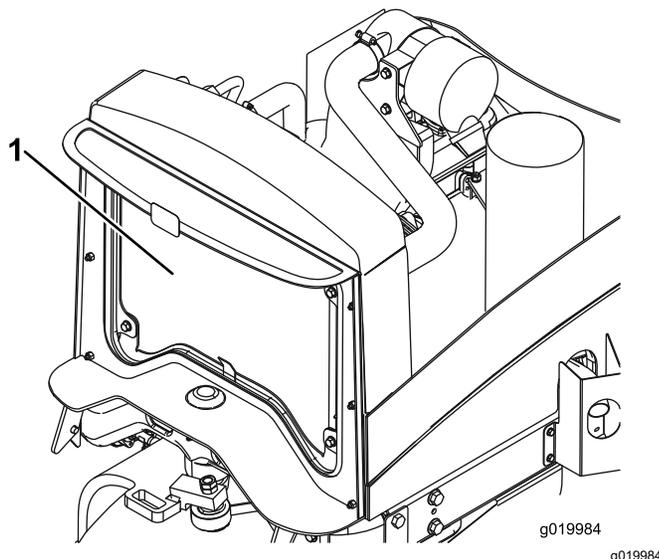

図 61
2. オイルクーラ/ラジエターの裏表を圧縮空気ですっきりと清掃する (図 61)。